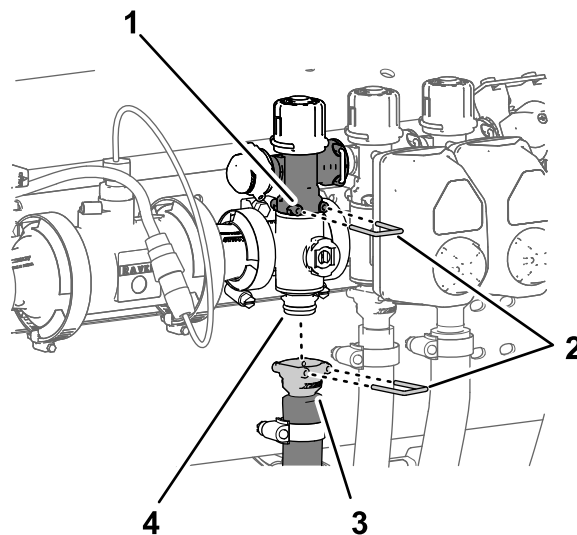

图 125
- 拆下将喷洒臂段旁通阀快速连接耦合器固定至喷洒臂段歧管阀上的快速连接销 图 125。
- 拆下将喷洒臂段供水软管快速连接耦合器固定至喷洒臂段歧管阀上的快速连接销 图 125。